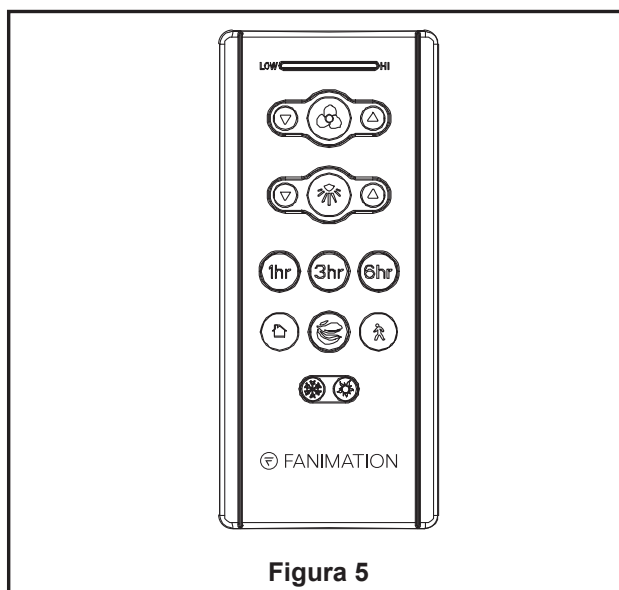

Figura 5
5. Asegure el vidrio en la ensamble de kit de luz girándolo en el sentido de las agujas del reloj y sin apretar demasiado. (Figura 5)
7. Funciones del control remoto: (Figura 5)